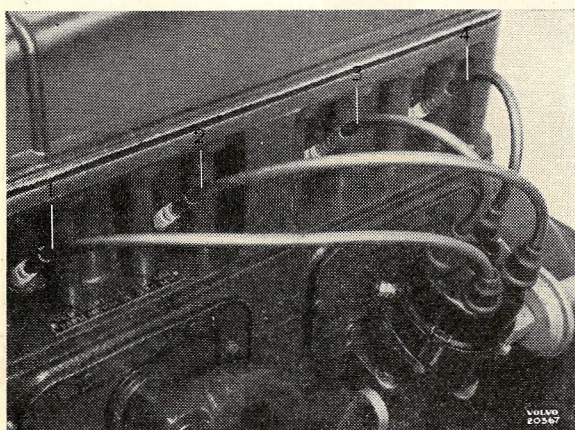

Bild 81.
6. Kontrollera att fördelararmen pekar mot den kontakt i locket där kabeln till "ettans" tändstift sitter. Med denna kabel som utgångspunkt sättes sedan de övriga kablarna i locket i rätt riktning (fördelararmen roterar medurs) och ordningsföljd. Se bild 81. Tändföljden är 1-3-4-2.